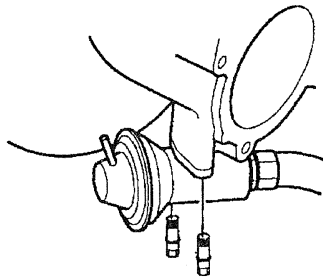

РИС.2.66.
67. ЗАМЕНИТЬ НЕСПРАВНЫЙ ДАТЧИК ДЕТОНАЦИИ; Рис.2.66.